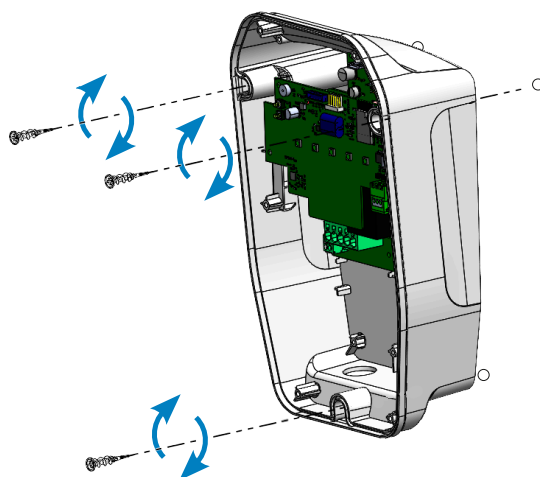

Figura 14: Fixação.
- 2.- Utilize apenas os orifícios do Ponto de Carregamento indicados na **Figura 14** para fixar o ponto de carregamento na parede. Não faça quaisquer outros furos na caixa; caso contrário, a classificação IP do ponto de carregamento pode não ser mantida.